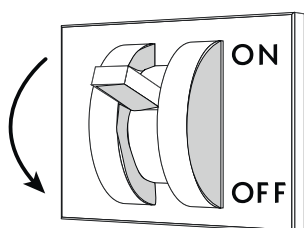

Abb. 31
- Trennen Sie das Kühlmöbel mit Hilfe des Wandschalters vom Stromnetz ("Abb. 31").